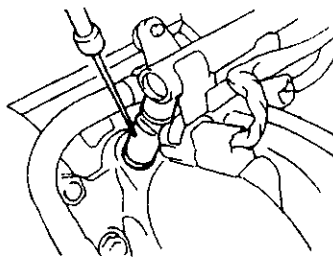

图 2-66 倾听喷油器噪音
① 发动机应为正常工作温度。
② 将发动机转速提到高于 3000r/min,把噪音诊断器金属棒放在喷油器附近,如图 2-66 所示,倾听喷油器噪音。
③ 当节气门瞬间打开时,喷油器工作噪音停止,当发动机转速减少到约 2000 r/min 以下时,重新听到噪音,表明工作正常。